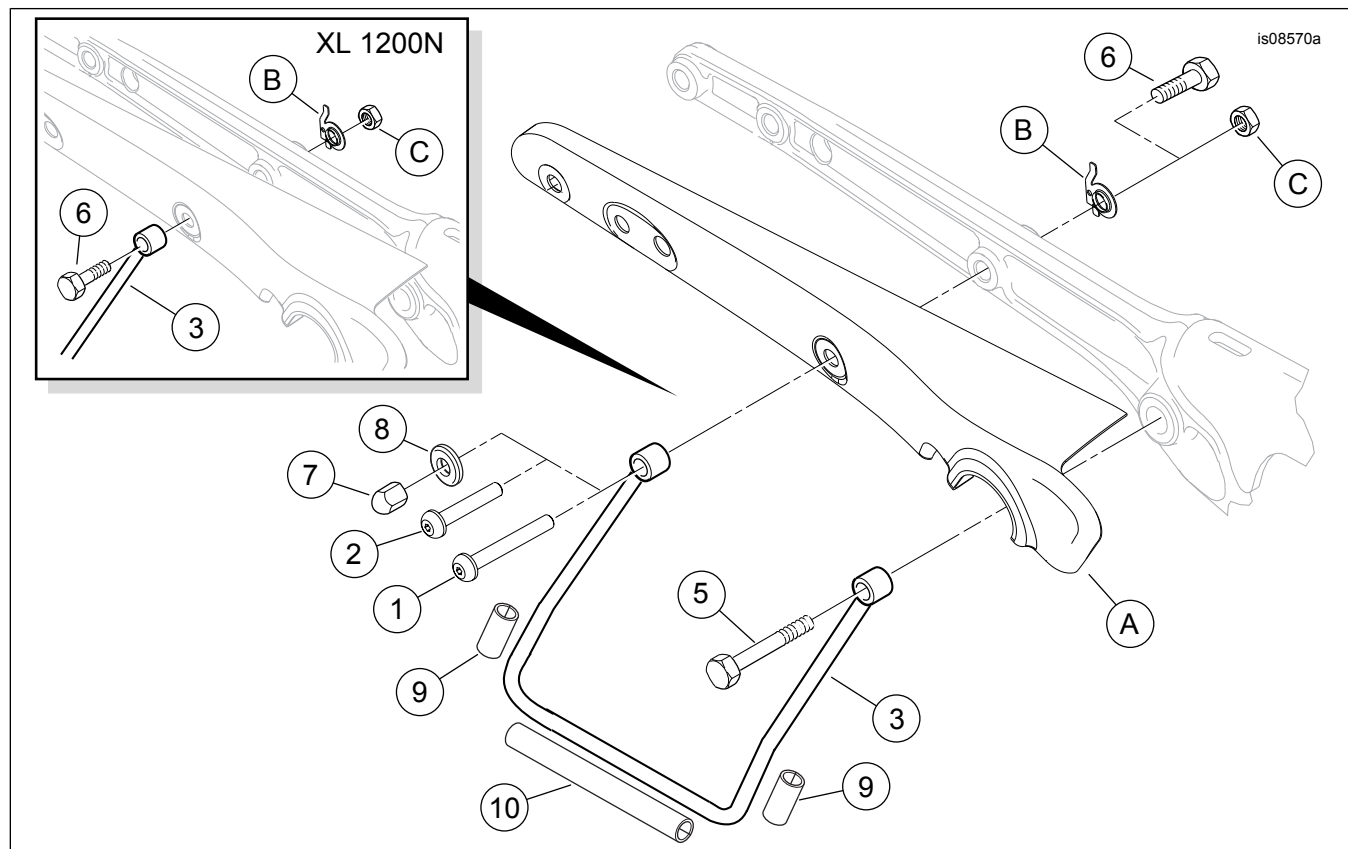

Figura 3. Parti di ricambio, kit sostegni per borse
Vedere Figura 3 e Tabella 1.
4. Vedere la Figura 3. Posizionare la staffa di sostegno (3) con il foro di montaggio anteriore sul prigioniero dell'ammortizzatore e quello posteriore sul foro nel sostegno del parafrangente.